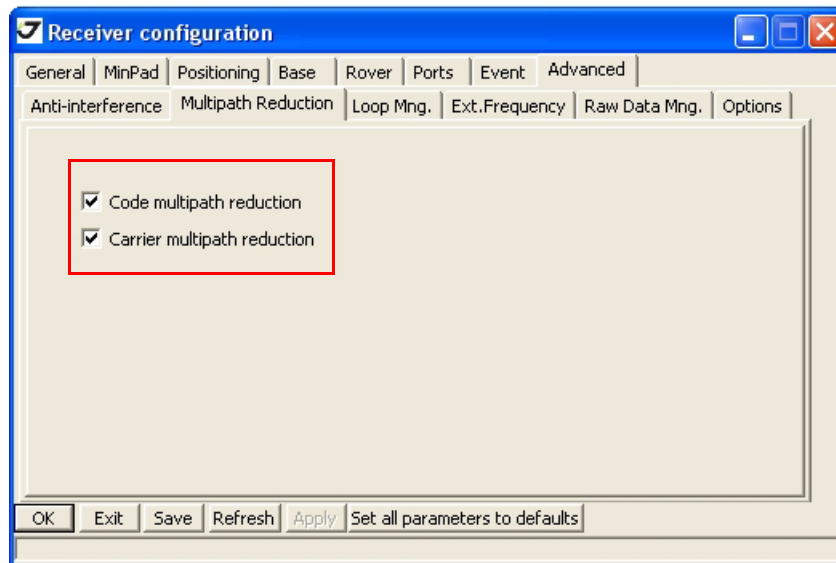

Рисунок 3-13. Настройка параметров подавления многолучевости
11. Перейдите в закладку *Advanced*, а затем в закладку *Multipath*. Настройте следующие параметры и нажмите *Apply* (Рисунок 3-13).